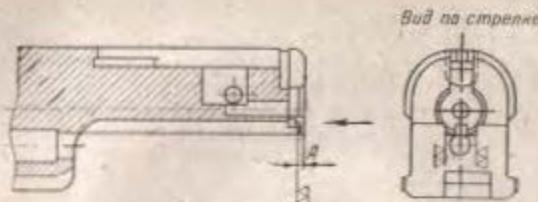

Рис. 116. Зачистка торца досыпательного гнезда
(I) Зачистить торец досыпателя, сняв минимальный слой металла (рис. 116). Увеличение размера А допускается до 1,5 мм.